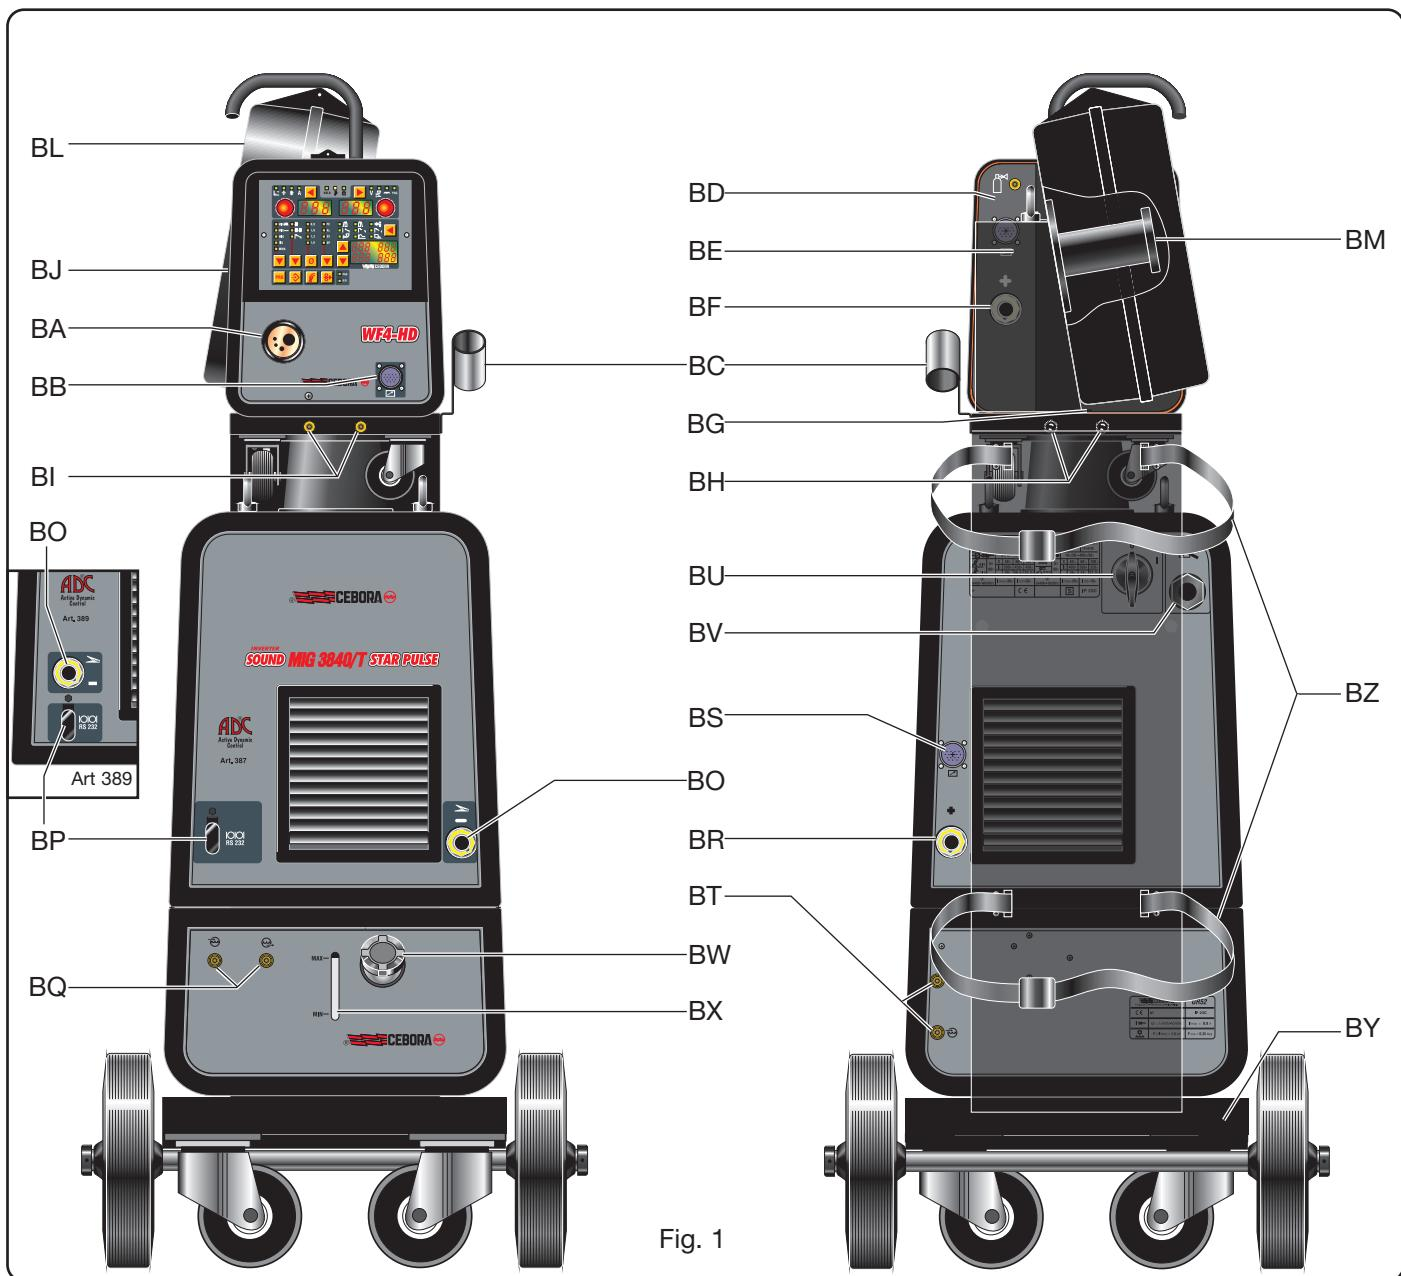

Fig. 1
2.1.2 Descripción del generador (Fig. 1)
2.2.1 Descripción del carro (Fig. 1)
(Fig. 1)
2.4 CARRO DE TRANSPORTE (Fig. 1)